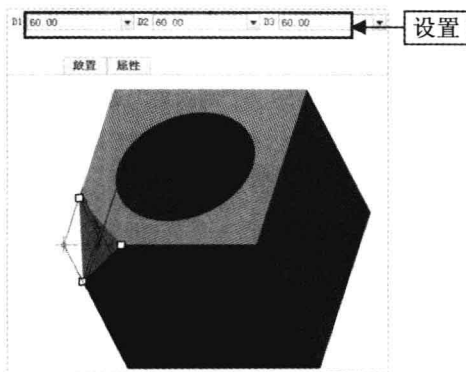

图 6-57 设置参数
Step 03 弹出“拐角倒角”选项卡，在绘图区选择要进行倒角的顶点，在“拐角倒角”选项卡的“D1”数值框、“D2”数值框和“D3”数值框中分别输入 60，如图 6-57 所示。